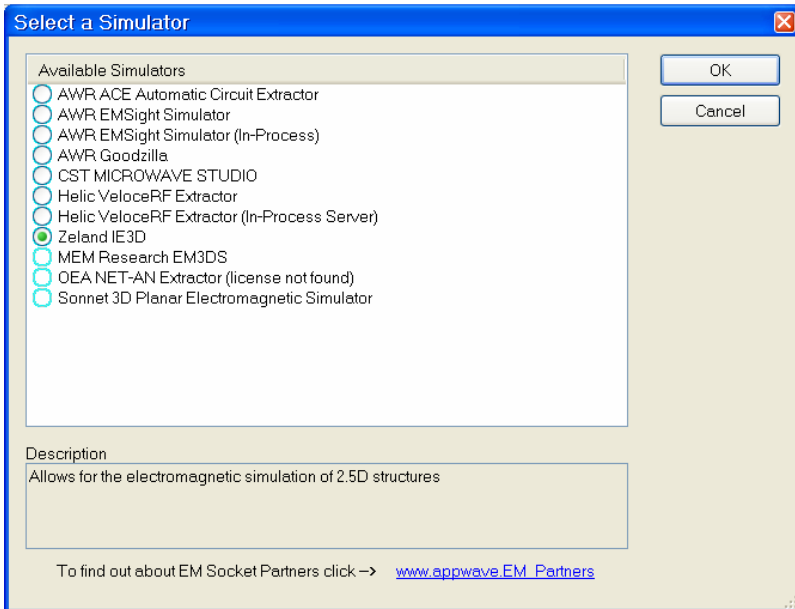

Рис. 19
1. Щёлкните правой кнопкой мышки по имени Fil электромагнитной структуры в окне просмотра проекта, выберите Set Simulator и в окне Select a Simulator (рис. 19) выберите Zeland IE3D.